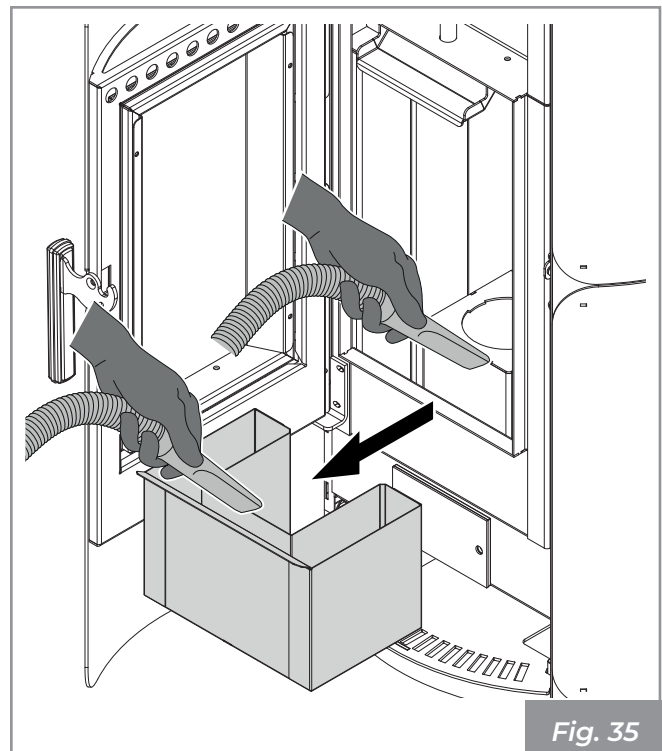

Fig. 35
Si nécessaire, extraire le tiroir à cendres et le vider, en prenant soin de nettoyer le compartiment qui le contient de tout résidu (**Fig. 35**).
- Enlever le tiroir à cendres (**Fig. 35**).